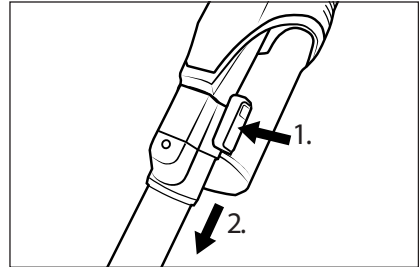

Fig. 11
- ◆ Para desmontar el tubo de aspiración **23** del aparato, mantenga pulsado el botón de desenganche del tubo de aspiración **24** y tire del tubo de aspiración **23** para extraerlo del orificio de aspiración del aparato (consulte la fig. 11).